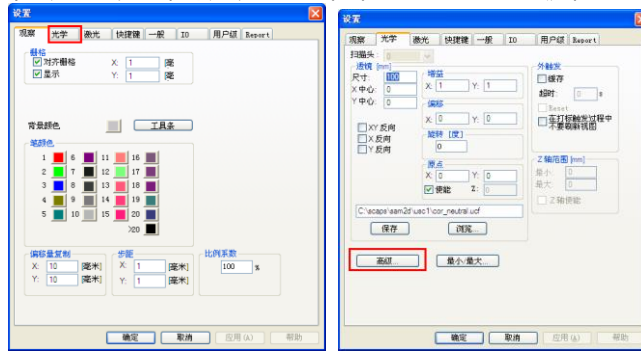

图 19
1) 打开 SAMLight 软件，点击系统—>设置，打开设置对话框，选择光学—>高级，进入高级设置，如图 19：